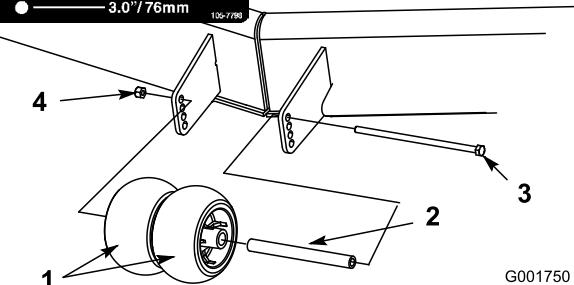

Figure 19
3. Lorsque la hauteur de coupe est réglée, enlevez l'écrou à embase, la bague et le boulon (Figure 19).
4. Choisissez le trou qui convient pour que les galets centraux se trouvent le plus près possible de la hauteur de coupe correspondante voulue (Figure 19).
5. Posez les galets centraux, la bague, l'entretoise, le boulon et l'écrou (Figure 19).